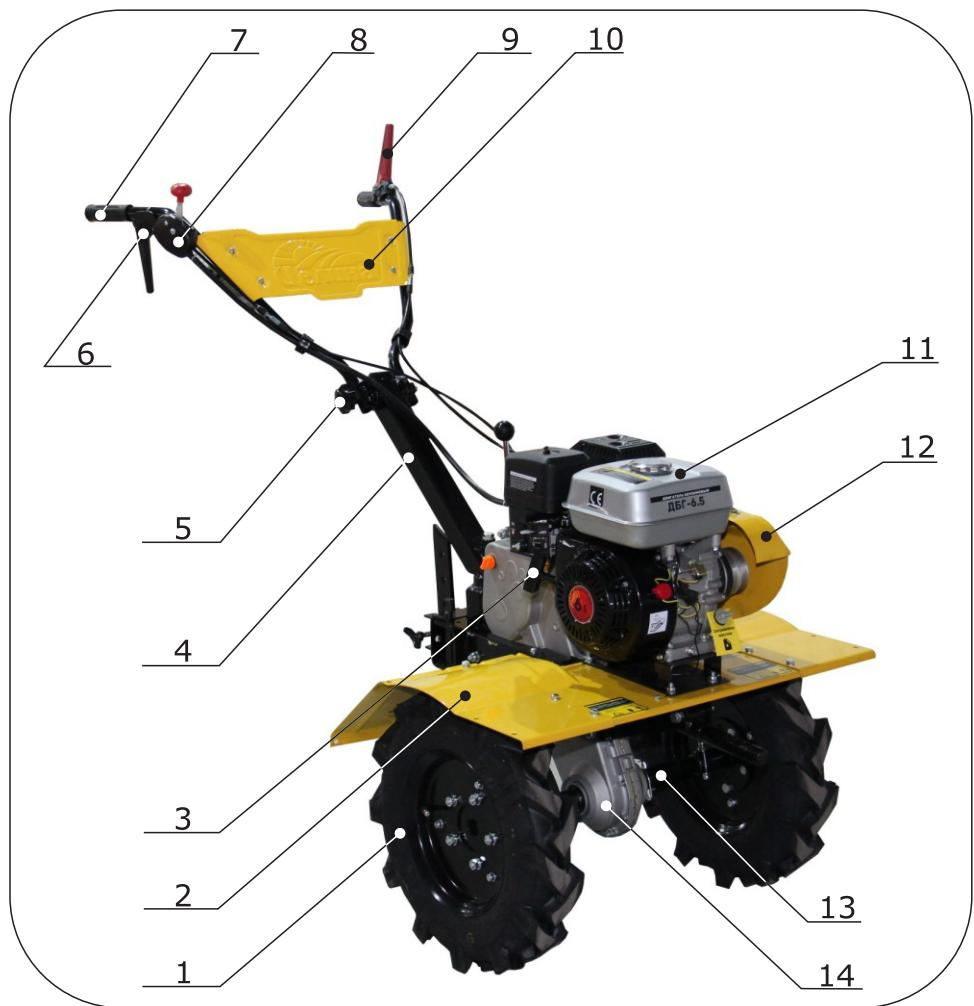

Рис.1 - Мотоблок. Общий вид.
- Для увеличения устойчивости мотоблока при езде с прицепом увеличьте колею при помощи удлинителей (рис.1). Для этого вставьте удлинители в ступицу колеса, закрепите стопором, установите колеса в сборе с удлинителями на выходной вал редуктора, зафиксируйте стопорами.